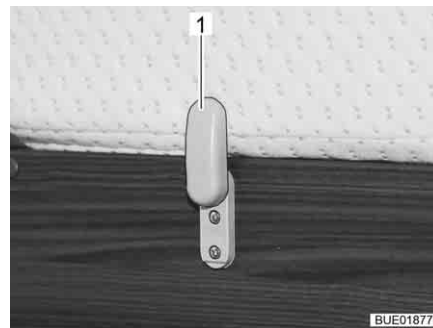

Fig. 84 Verrou de maintien
- Tourner les verrous de maintien (Fig. 84,1) du matelas vers le bas.